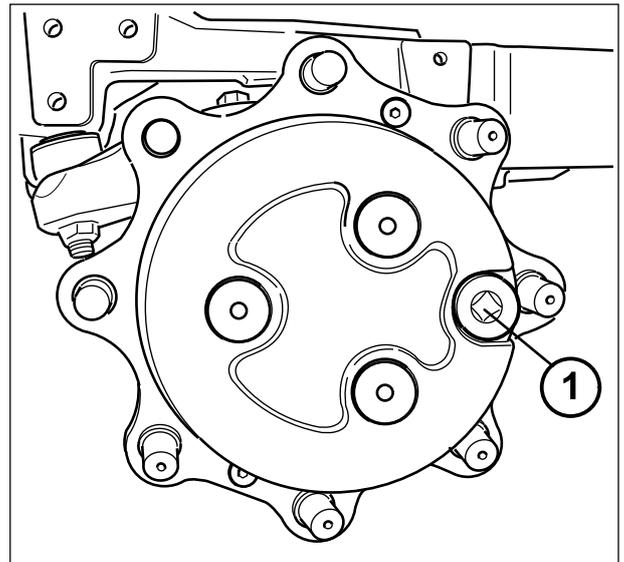

Fig.5-19 - Redutores dianteiros:
2. Coloque os tampões (1- Fig.5-19) dos redutores finais na linha mediana da roda. Tire os tampões e verifique o nível. O nível é correcto se o óleo sair pelo furo. Se for necessário, ateste através dos mesmos tampões com óleo do tipo prescrito.